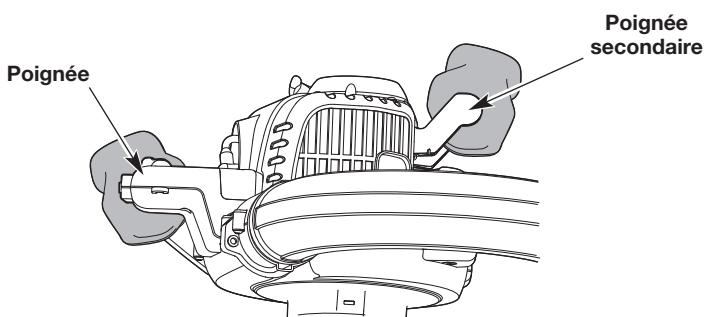

Fig. 9
- Tenez fermement la poignée avec la main droite (Fig. 9). Tenez fermement la poignée secondaire avec la main gauche (Fig. 9).